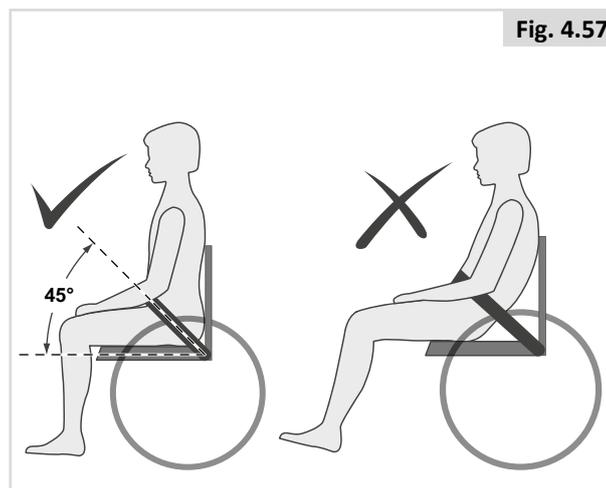

Fig. 4.57
- Normalmente, o cinto pélvico deve ser fixado de modo a que o cinto fique num ângulo aproximado de 45 graus (Fig. 4.57), e que, quando corretamente ajustado, impeça que o utilizador caia do assento.